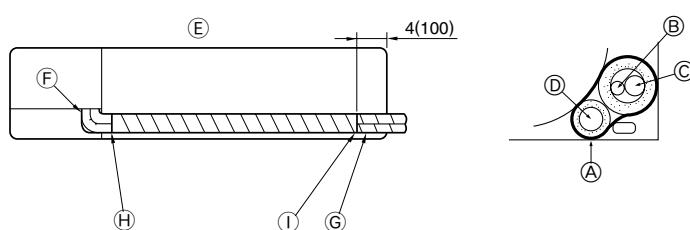

Fig. 5-4
⑨ Bac de vidange ⑩ Insérez le tournevis dans l'orifice de l'obturateur en caoutchouc et exercez une pression.
⑪ Obturateur en caoutchouc ⑫ Faites l'échange si nécessaire.
⑬ Collier métallique ⑭ Placez la vis du collier métallique face au mur.
⑮ Tuyau de vidange ⑯ Bande (petit) ⑰ Tournevis
■ PKFY-P06/P08NAMU-E (Fig. 5-4)